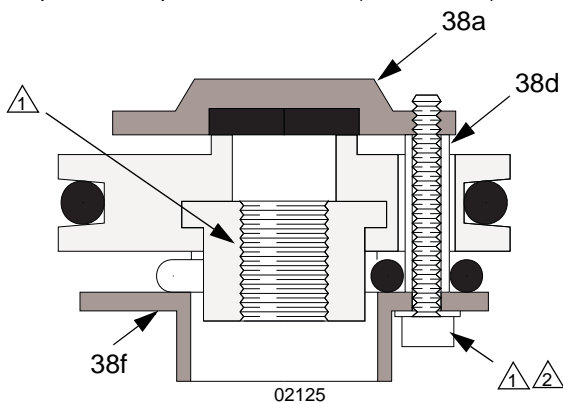

FIG. 12
- Si algún espaciador de placa de la válvula (38d) estuviera dañado, reemplace los tres para mantener la holgura correcta entre las placas de la válvula (18a y 18f) y los asientos. Consulte FIG. 12.